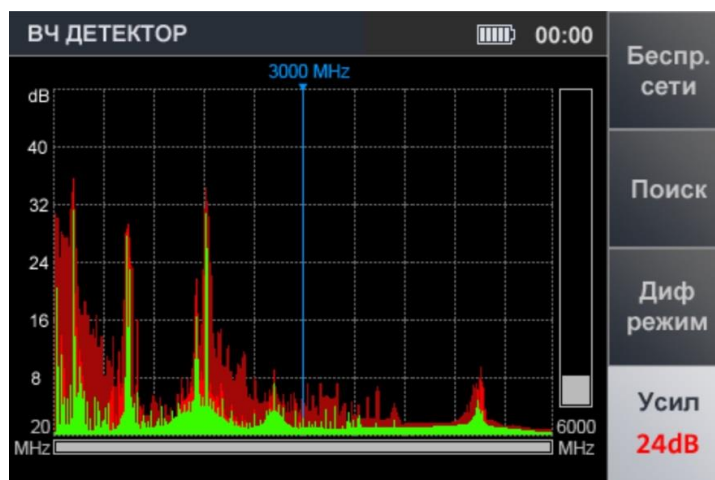

Рис.10
2. С помощью кнопок ↕ ↔ ↕ установить требуемое усиление в dB (0, 8, 16, 24, 32, 40). Установленное значение отображается на индикаторе (рис.10).